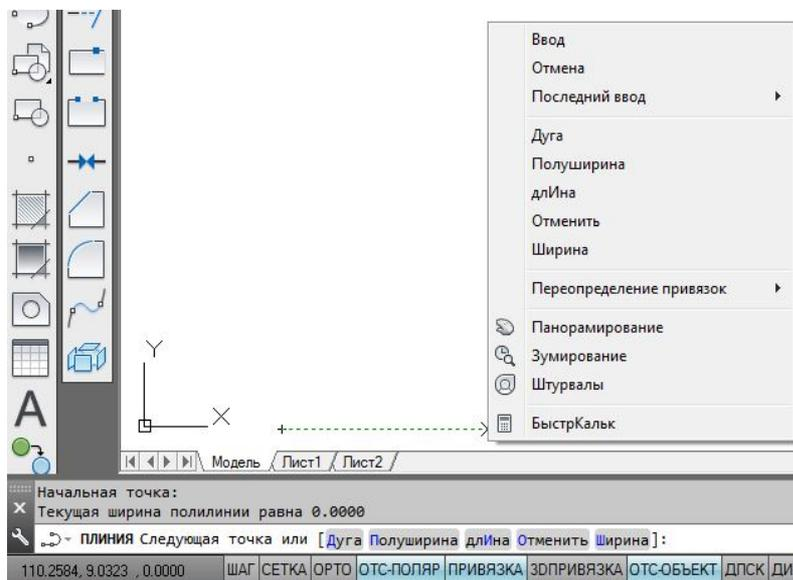

Рис. 9. Выбор опции команды **Полилиния**
– в последних версиях программы выбор опции команды можно выбрать как в контекстном (экранном) меню, так и щелчком мыши прямо в командной строке (рис. 9). Также опцию команды можно ввести в командной строке, набрав